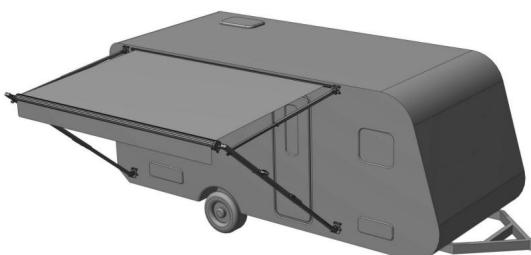

Figura D6
4.1.5 Existen dos tipos de soporte para el toldo, a saber, soporte de carrocería y soporte de suelo: 1) Soporte de carrocería del vehículo (Figura D6)